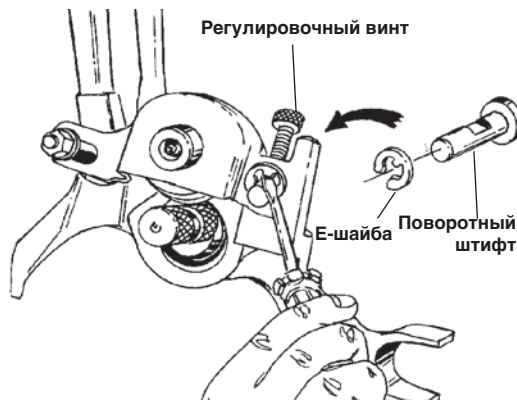

Рисунок 14 – Снятие Е-шайбы
1. Снимите Е-шайбу, которое удерживает поворотный штифт. (Рисунок 14)